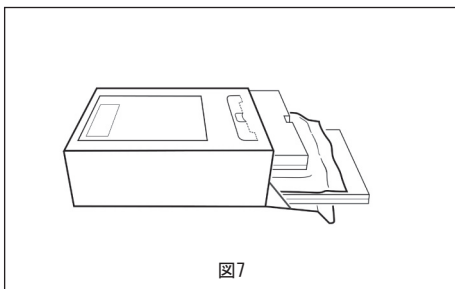

図7
1. 適切なサイズの弁を選んだら、清潔野以外で箱からアルミパウチを出します。開封前に包装に損傷の形跡やシールの破損または欠損がないか確認します（図7）。